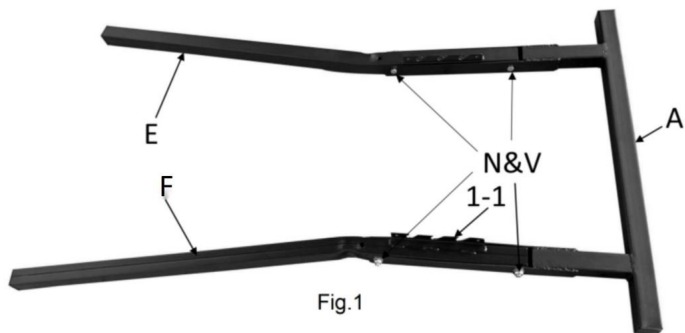

Fig. 1
1. Assemblez les pieds droit et gauche (E et F) au cadre de base (A). Insérez l'extrémité chaque pied dans les ouvertures du cadre de base et alignez les trous des boulons. La hauteur les encoches de réglage (Fig.1 1-1) seront à l'intérieur et les pieds doivent être inclinés vers l'extérieur. Fixez chaque pied avec un boulon de cadre (N) et un contre-écrou 1 (V). Insérez les deux boulon de jambe (N) et contre-écrou 1 (V), puis poussez les extrémités vers le bas pour fixer les jambes.